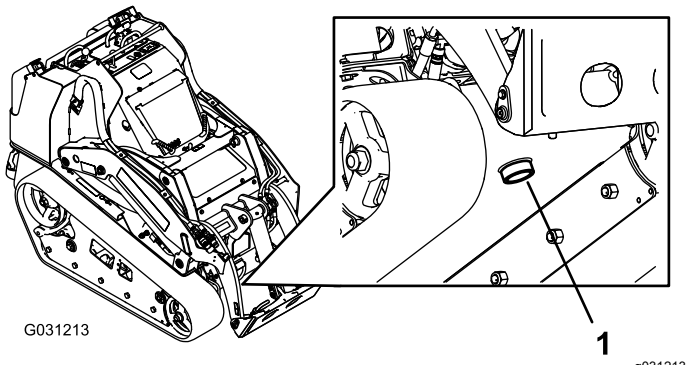

Figura 74
7. Amplasati o tavă mare de scurgere, capabilă să rețină 57 l sub buonul de golire din partea din față a mainii (Figura 74).
8. Scoateți buonul de golire și lăsați uleiul să se scurgă în tavă (Figura 74).